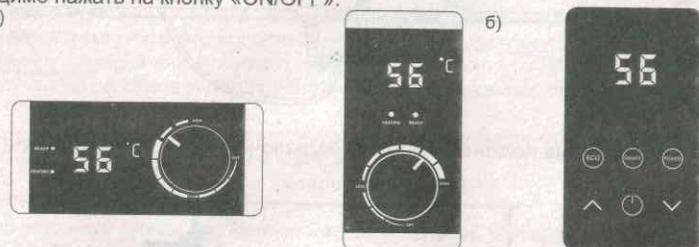

Рис. 3 Панели управления водонагревателей: а) и б).
5.4. Панель управления (Рис. 3) состоит из:
- При этом должна светиться контрольная лампочка «HEATING» в центральной части панели управления (Рис. 3, а);
- При этом должны светиться все контрольные лампочки в течении секунды и одновременно отключиться. (Рис. 3, б).
7.1.5. Для включения водонагревателя в моделях, оснащенных ручкой управление (Рис. 3, а) необходимо повернуть ручку по часовой стрелки. В моделях, оснащенных только сенсорной регулировки (Рис. 3, б) при подключении вилки к розетке загорится индикаторная лампа и после этого необходимо нажать на кнопку «ON/OFF».
#### С ручкой управление (а, Рис. 3):
#### С сенсорным управлением (б, Рис. 3):